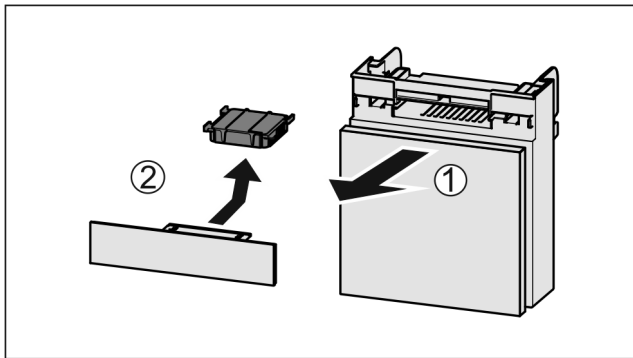

Fig. 159
- ▶ Fach nach vorne herausziehen *Fig. 159 (1)*.
- ▶ Aktivkohlefilter entnehmen *Fig. 159 (2)*.